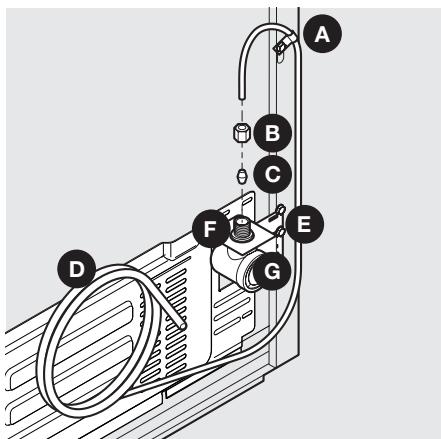

Figure 1
- Si vous utilisez un tuyau en cuivre : faire glisser l'écrou de compression en laiton, puis placer la bague (raccord) sur la conduite d'alimentation en eau. Pousser le tuyau d'alimentation en eau dans l'entrée de la vanne d'alimentation en eau aussi loin que possible (6,4 mm/¼ po). Faire glisser la bague (raccord) dans l'entrée de la vanne et serrer à la main l'écrou de compression sur la vanne. Serrer un autre demi-tour avec une clé. NE PAS trop serrer. Consultez la figure 1.